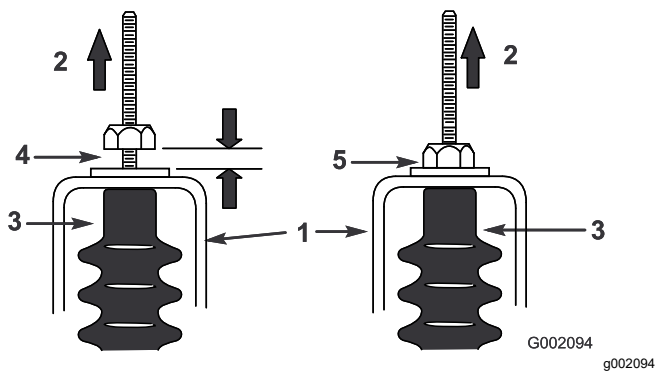

Рисунок 62
- Потяните вверх каждый трос переключения передач, чтобы убедиться в наличии зазора от 0,76 до 1,52 мм между гайкой/шайбой и кронштейном нейтрали (Рисунок 62).